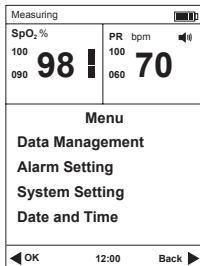

図3.1
- 1) 電源ボタンを3秒間押し続けてオキシメータの電源を入れ、メニューボタンを押してメニュー画面を開きます（図3.1を参照）。